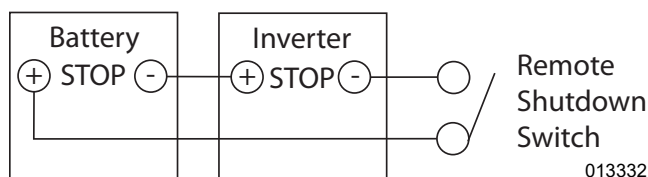
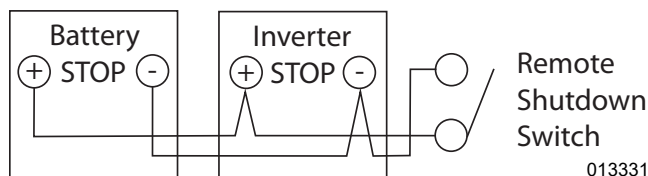

Figura 5-5. Cableado en serie de los interruptores de desconexión remota
Figura 5-6. Cableado en paralelo del interruptor de desconexión remota
4. Consulte la Figura 5-5 y Figura 5-6. Use un cable de dos conductores de calibre 20 a 14 AWG con aislamiento con clasificación para 600 V para conectar un interruptor con bloqueo, certificado por UL y con clasificación para al menos 12 V CC, 5 mA (considere un interruptor de la luz monopolar estándar en una caja impermeable con una palanca con bloqueo). Conecte el interruptor en serie o en paralelo al inversor y a la batería.